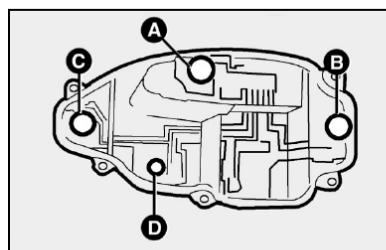

fig. 38
4) remover as lâmpadas empurrando-as levemente e girando-as no sentido horário **fig. 38**.
De 12V-21W para as luzes dos freios **C-fig. 38**.
De 12V-21W para as luzes de marcha a ré **B-fig. 38**.
De 12V-R5W para as luzes de posição **D-fig. 38**.
De 12V-21W para os indicadores de direção **A-fig. 38**.